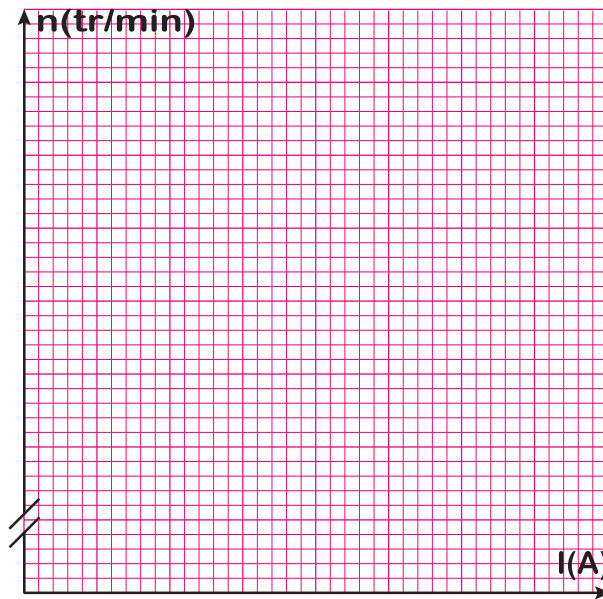

Figure 13
2.1. Tracer sur la figure 13, la caractéristique de la vitesse de rotation n (tr/min) en fonction du courant absorbé par l'induit.